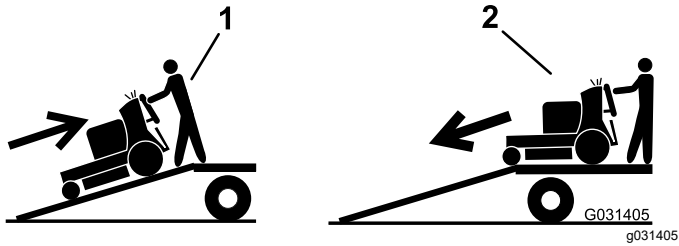

Рисунок 30
5. Перемещайте машину задним ходом при движении вверх по наклонному въезду (Рисунок 30).